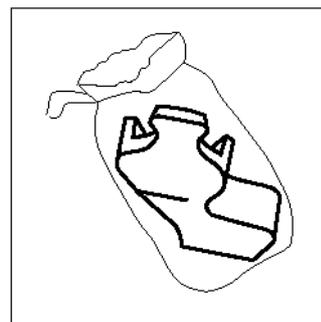

Fig. 25: Estrazione del nuovo contenitore dalla confezione
- 8** Estrarre il nuovo contenitore del toner usato dalla confezione e dal sacchetto in cui è contenuto, come illustrato in Fig. 25.